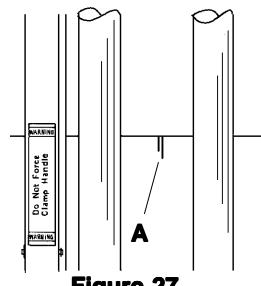

Figure 27
5. If the machine is square, the two cuts at the top of the board, (one made from the front and one from the back) will be in alignment. If not, (**A**) **Figure 27**, the **SQUARING EDGE BARS** must be repositioned. If the second cut at the top is to the left of the cut made from the front, the **LEFT SQUARING EDGE BAR** must be lowered. Conversely, if the second top cut is to the right of the first, the **LEFT SQUARING EDGE BAR** must be raised. In either case, the amount of squaring adjustment required is half the distance between the two top cuts.
5. Wenn die Maschine korrekt ausgerichtet ist, werden die beiden Schnitte auf der oberen Kante des Materials (einer wurde von der vorderen, der andere von der hinteren Seite des Materials gemacht) genau miteinander übereinstimmen. Wenn nicht, (**A**) **Abbildung 27**, müssen die **Winkelleisten** neu eingestellt werden. Wenn der zweite Schnitt an der oberen Kante links von dem ersten Schnitt ist, muß die **linke Winkelleiste** niedriger gesetzt werden. Wenn der zweite Schnitt an der oberen Kante rechts von dem ersten Schnitt ist, muß die **linke Winkelleiste** angehoben werden. In jedem Fall ist die Länge der vorzunehmenden Einstellung der **Winkelleisten** jeweils die Hälfte der Entfernung zwischen den beiden oberen Schnitten.
5. Si la machine est d'équerre, les deux coupes sur la partie supérieure du panneau (une faite de l'avant et une faite de l'arrière) s'aligneront. Si ce n'est pas le cas, (**A**) **Figure 27**, les **BARRES DE BORD D'ÉQUARRISSEMENT** doivent être repositionnées. Si la deuxième coupe sur la partie supérieure est à la gauche de la coupe faite de l'avant, la **BARRE DE BORD D'ÉQUARRISSEMENT GAUCHE** doit être abaissée. A l'inverse, si la deuxième coupe est à la droite de la première, la **BARRE DE BORD D'ÉQUARRISSEMENT GAUCHE** doit être relevée. Dans les deux cas, la quantité d'ajustement requis est la moitié de la distance entre les deux coupes supérieures.